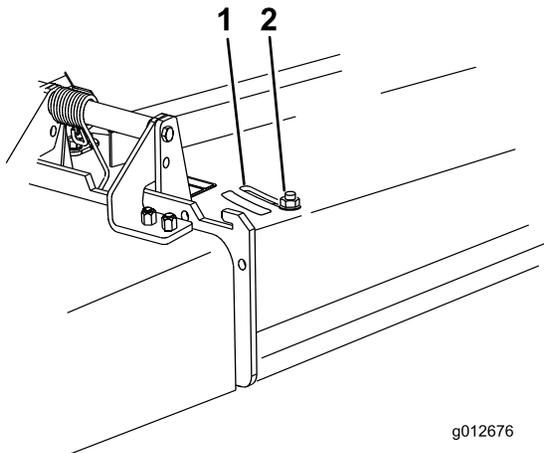

図 22
3. バツフルを調整する場合には、ナットをゆるめる図 22。